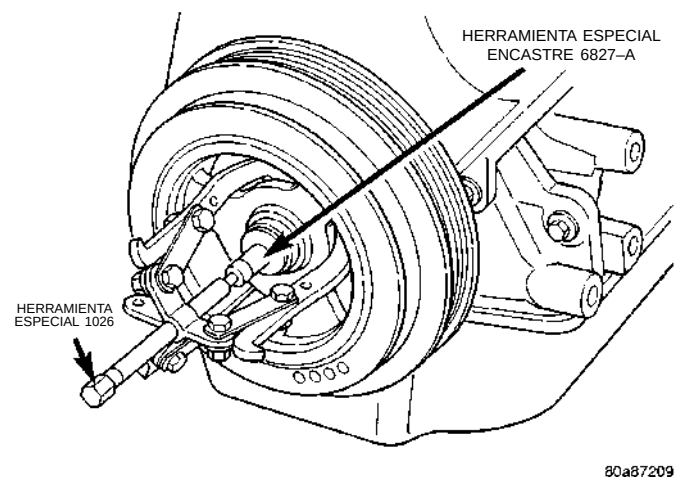

Fig. 56 Amortiguador del cigüeñal—Desmontaje
(1) Con la Herramienta especial 1026 y el encastre 6827-A, retire el amortiguador del cigüeñal (Fig. 56).